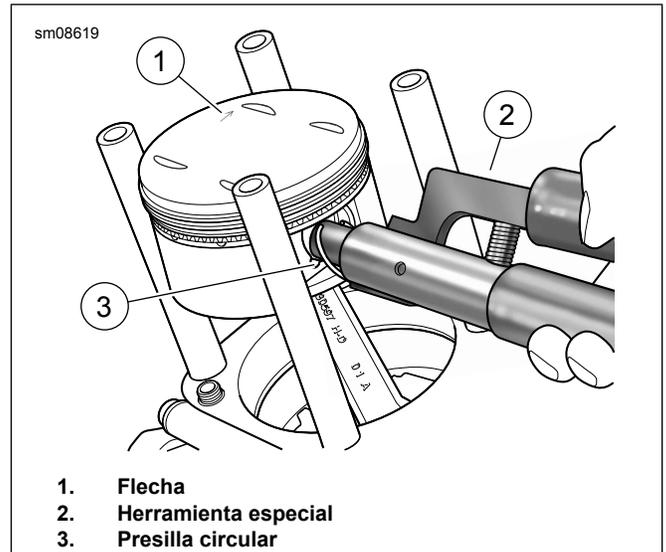

Figura 4. Instalación de la presilla circular
- Figura 4 Alinee e inserte la herramienta especial (2) con el anillo de seguridad en el pistón.